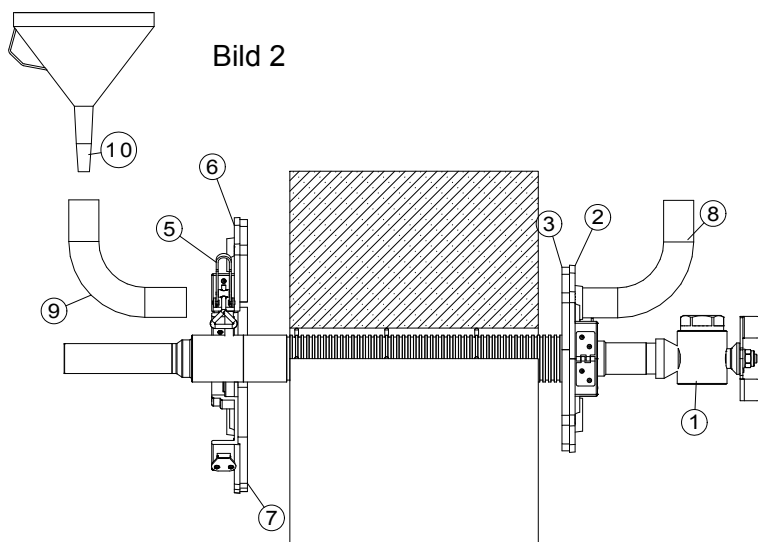

Bild 2
Die Kernbohrung ist vor Beginn der Vergussarbeiten gut zu durchfeuchten, ohne dass jedoch Überschusswasser vorhanden ist. Die innere Vergussscheibe (2) ist auf der HEK (1) mit dem Spannschloß (4) auszurichten und fest zu montieren. Die so vorbereitete HEK ist in die Kernbohrung zu schieben und auszurichten. Bei Kernbohrungen erfolgt die Zentrierung über die in das Mantelrohr der HEK integrierten Abstandshalter. Es erfolgt nun die Montage der Aussenscheibe (6), bei der vor dem Schließen des Spannschlusses die Schaumstoffplatten / Streifen (3+7) möglichst stramm zu verspannen sind (Bild 2).